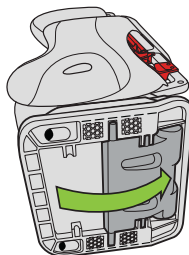

Figure 73
- Vérifiez que le pied d'inclinaison est en position orientée vers l'avant. Au besoin, saisissez le bord du pied d'inclinaison et tournez-le vers l'arrière du siège en appuyant dessus afin de l'enfoncer au bas du siège, tel qu'illustré dans la **Figure 73**.